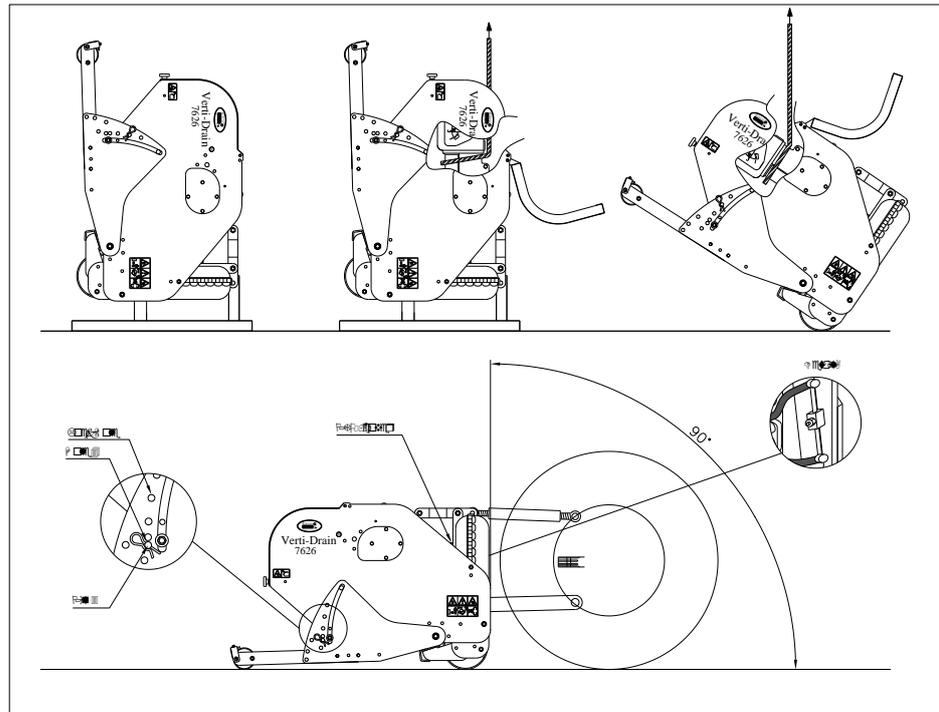
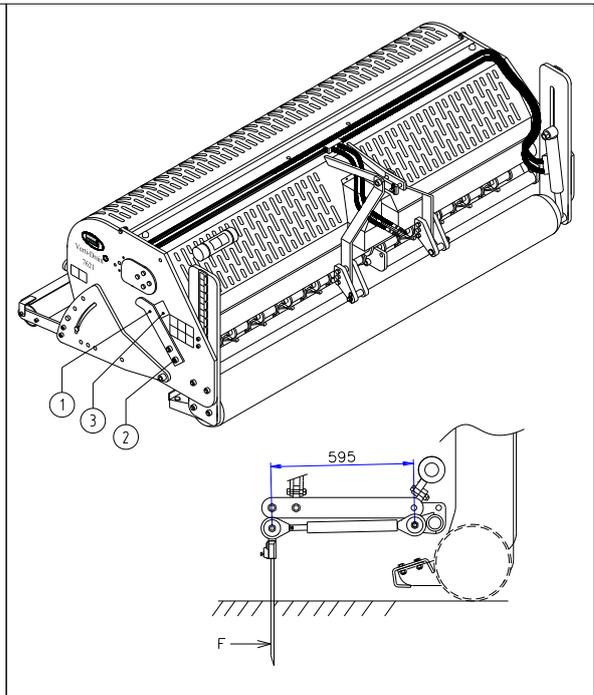

Abb. 8
Abb. 12
Die Maschine steht senkrecht auf der Palette. Beim Entfernen der Palette und der horizontalen Aufstellung der Maschine auf dem Boden sind die folgenden Schritte durchzuführen (Abb. 8):
Alle Stifte können gleichzeitig mit dem Hebel (1) an der Seite der Maschine verstellt werden; siehe Abb. 12. Die Maschine vom Boden anheben und Gegenmutter (2) an beiden Seiten der Maschine lösen. Den Winkel durch Drehen des Hebels (1) einstellen. Auf dem Anzeiger (3) kann der Winkel abgelesen werden. Danach die Gegenmutter (2) wieder festziehen.
@ Bei 90 Grad gehen die Stifte nur waagrecht in den Boden, wenn die Maschine korrekt installiert ist, siehe Abb. 8. Ist die Installation nicht korrekt ausgeführt, kann eine Kraft F, siehe Abb. 12, auftreten, die zu Maschinenschäden führen kann.